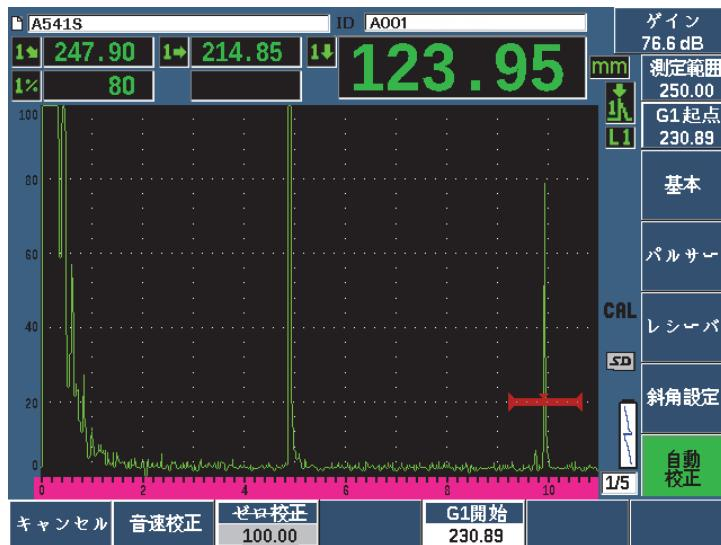

図 9-22 音速校正におけるゲート信号の例
7. G1 開始ボタン (P5 キー) を使用し、試験片の弧からの 2 番目の反射源がゲートの範囲内に収まるようにゲート 1 を配置します。この反射工コーは、およそ 225 mm (9 インチ) の位置に現れます (186 ページの図 9-22 参照)。